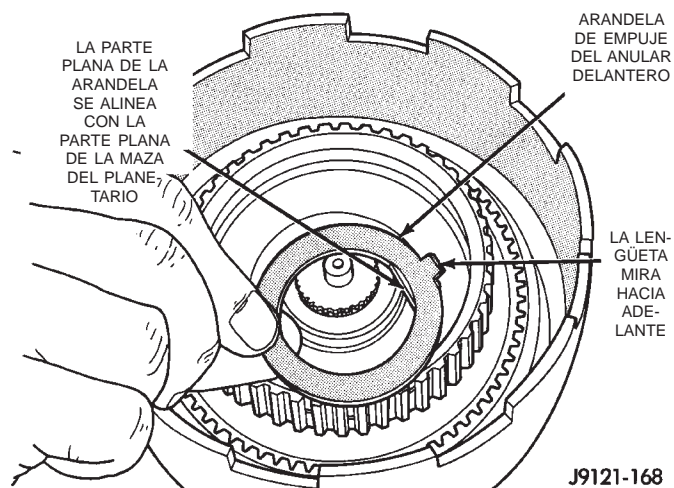

Fig. 164 Instalación de la arandela de empuje del anular delantero
(19) Instale la arandela de empuje en el anular delantero (Fig. 164). **Alinee la parte plana de la arandela con la parte plana de la maza del planetario. Asegúrese también de que la lengüeta de la arandela mire hacia arriba.**